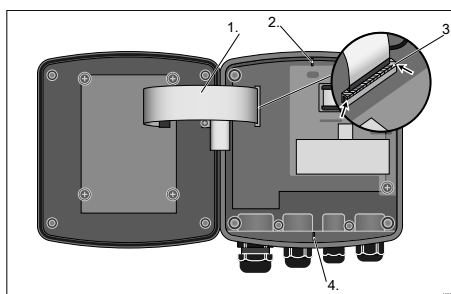

Fig. 42: Scollegamento del cavo piatto multipolare
L'attacco del cavo piatto multipolare è saldato alla scheda e non può essere smontato. Per scollegare il cavo piatto multipolare è necessario aprire il blocco (3) dell'attacco - vedere Fig. 42